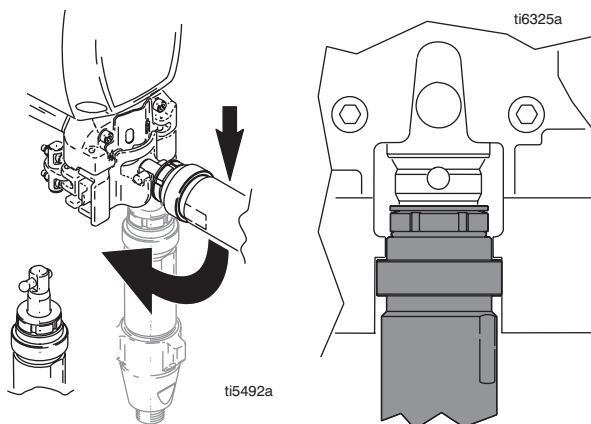

ABB. 24
1. ABB. 24. Kolbenstange mit der Stifthalterung einstellen, um die Kolbenstange herauszuziehen. Kolbenstange auf eine harte Oberfläche klopfen, um die Kolbenstange hinein zu schieben.